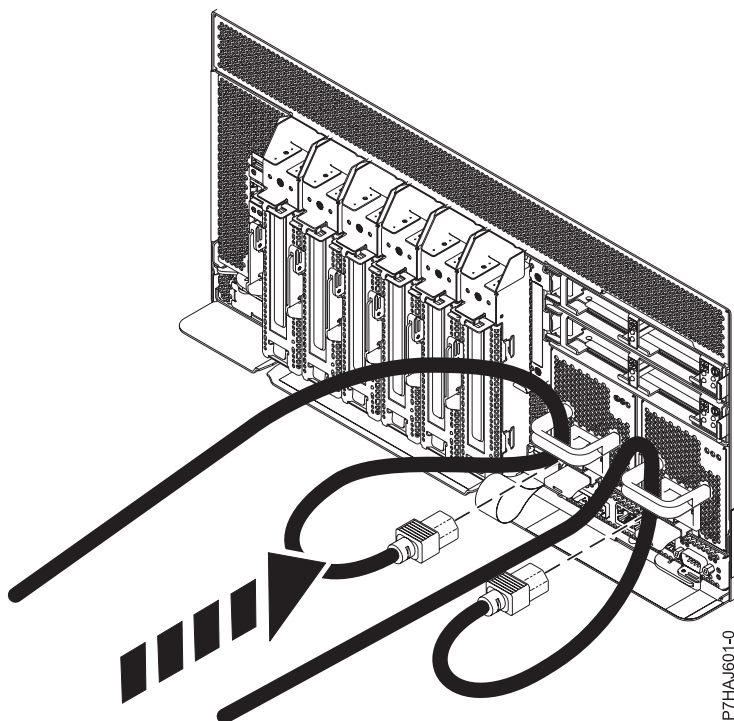

Figura 13. Conectando os Cabos de Energia
2. Reconecte os cabos de energia na unidade de sistema, conforme mostrado em Figura 13 na página 26. Certifique-se de que os cabos passem pelas alças.